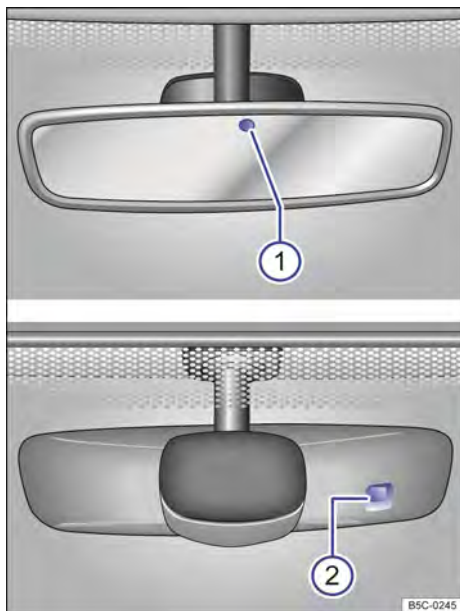

Fig. 74 No para-brisa: espelho retrovisor interno com antiofuscante automático.
As possíveis causas de avarias e interpretações errôneas na área da superfície sensível → Fig. 74 do sensor de chuva são, entre outras:
Quando a ignição é ligada, os sensores medem a incidência de luz. Existem 2 sensores no espelho retrovisor interno, um que mede a incidência de luz pela frente → Fig. 74 ① e outro que mede a incidência de luz por trás ②. Em função dos valores medidos, o espelho retrovisor interno é escurecido automaticamente.